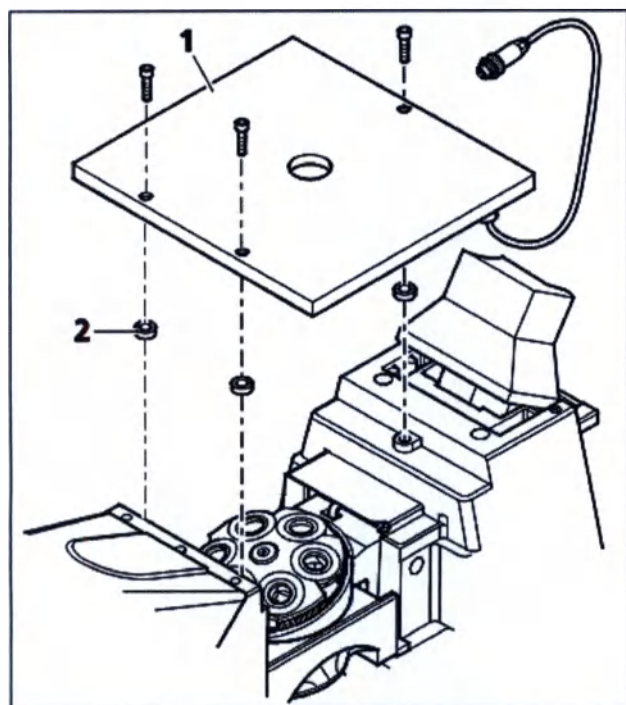

Рис. 30 Установка предметного столика микроскопа S1 с нагревом
- Установите шайбы (рис. 30/2) на три точки крепления на штативе.
- Установите столик с нагревом (рис. 30/1) на штатив и привинтите его сверху тремя винтами. Убедитесь, что каждый винт прошел через отверстие в шайбе.